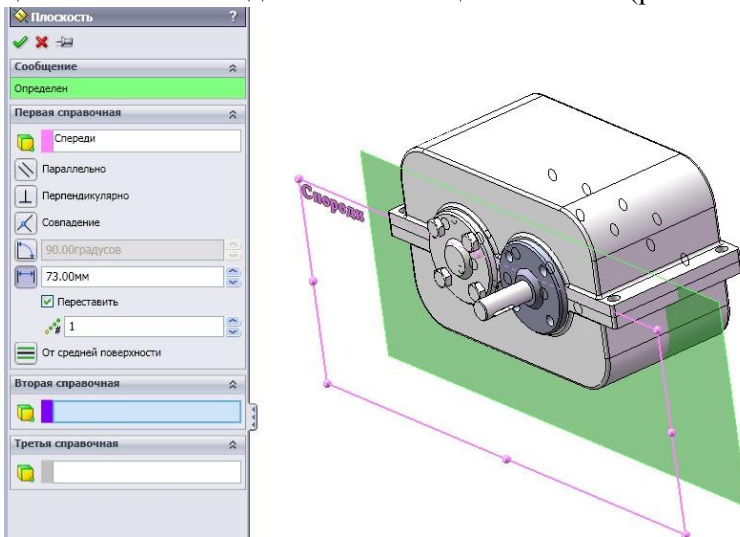

Рисунок 11.51 - Побудова площини дзеркального відбиття
28. Перша площина паралельна площини **«Спреди»**, на відстані від неї 73 мм. Для створення такої площини скористаємося меню **«Вставка | Справочная геометрия | Плоскость...»**. У розділі **«Первая справочная»** вкажемо площину **«Спреди»**, як довідковий (базовий) об'єкт для створення нової площини. У рядку - **«Расстояние смещения»** вкажемо відстань між площинами 73 мм (рис. 11.51).